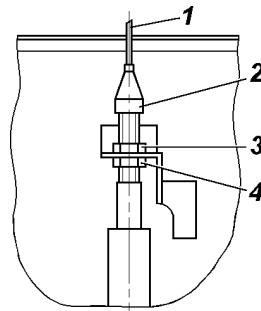

Рис. 9.11. Регулировка привода педали акселератора:
**Привод педали акселератора** в процессе эксплуатации может потребовать регулировки натяжения троса. Для натяжения троса отверните гайку 3 (рис. 9.11) и затяните гайку 4.